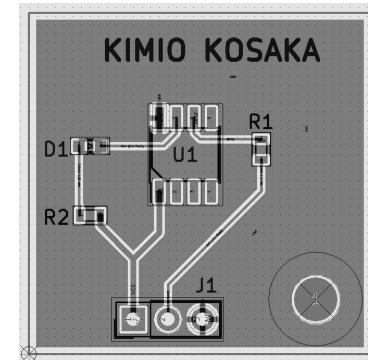

図 10-25
⑤ DRC と同時にベタ・グラウンドの生成が行われます。図 10-25